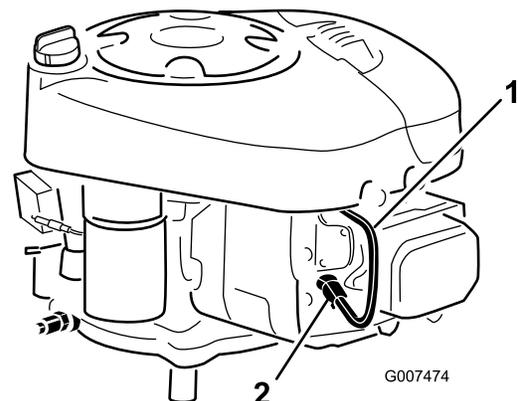

Figure 25
6. Passez sous le corps de la machine, au-dessus de la roue arrière gauche et débranchez le fil de la bougie (Figure 25).
3. Branchez la bougie (Figure 25).